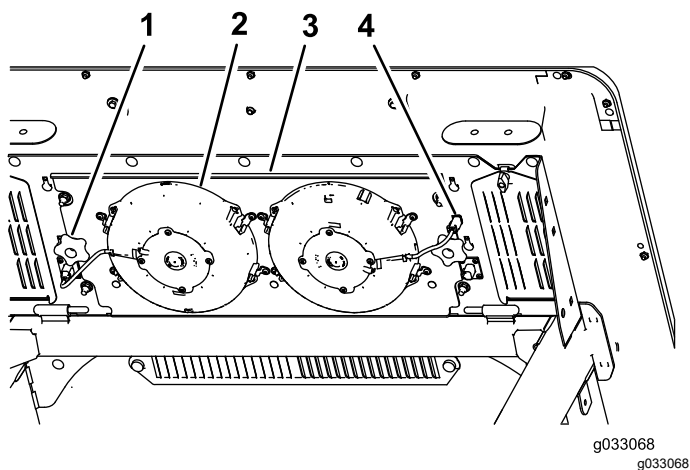

図 95
3. ファン用のプラグとコードをソケットから外す 図 95。
4. ファンパネルアセンブリとファンをキャブの上部に固定しているノブ2個ボルトを外してアセンブリを外す 図 95。